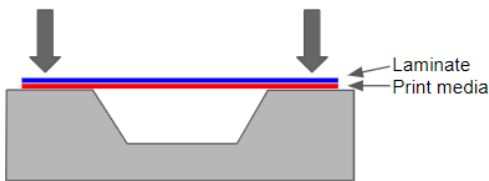

Fig.1
1) Coloque el film sobre la superficie completa y aplíquelo con la ayuda de una espátula. Fije los bordes con firmeza antes de aplicar el film en la ondulación. *Fig.1*